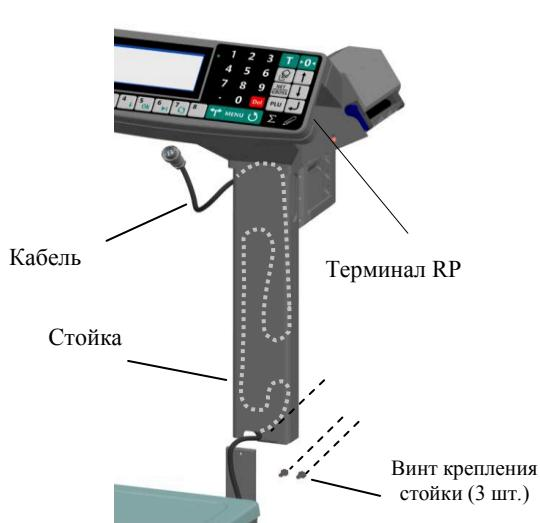

Рис. 3.2 - Сборка весов
3.3 Протянуть кабель модуля внутри стойки и подключить к терминалу (Рис. 3.2, 3.3).